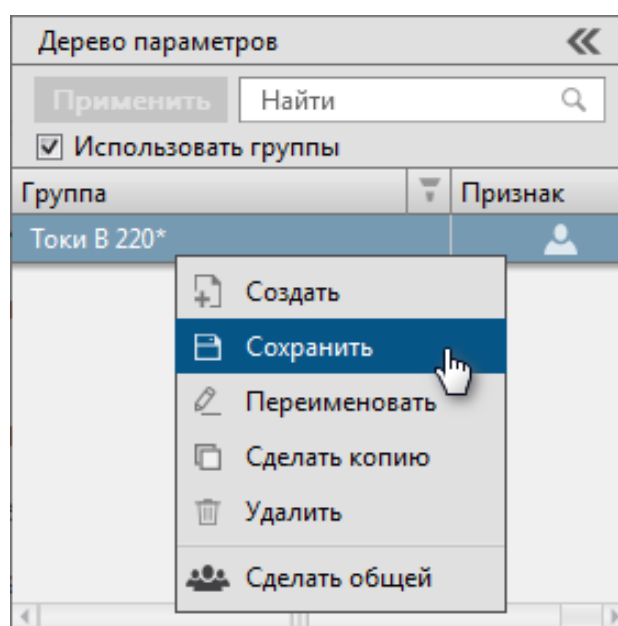

Рисунок 24 - Сохранить
4. Нажмите *ПКМ* по переименованной группе сигналов и выберите команду **Сохранить** (Рисунок 24).